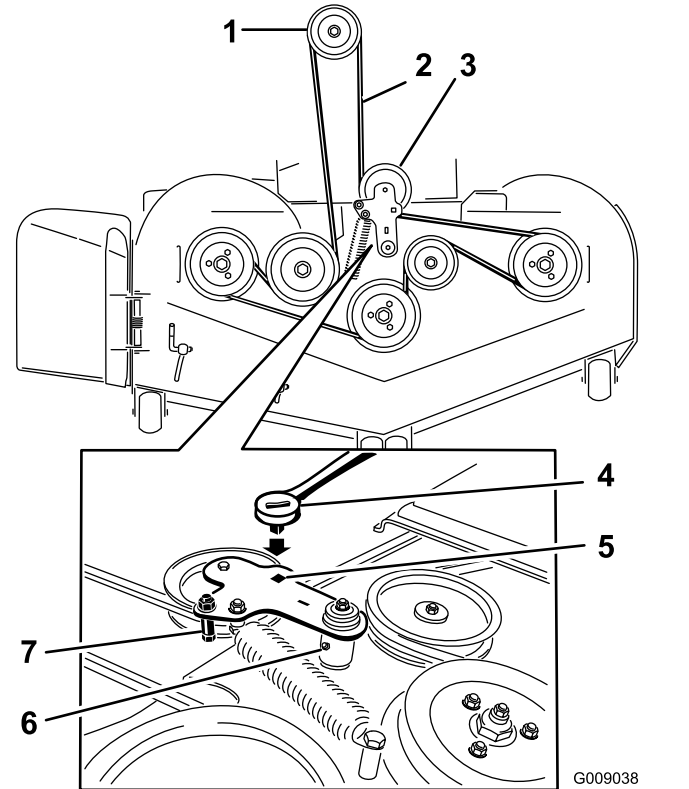

Figure 83
5. Insérez un rochet dans le trou carré du bras de tension pour détendre le ressort de la poulie de tension (Figure 83).
7. Enlevez le guide de courroie situé sur le bras de la poulie de tension rappelée par ressort, comme montré à la Figure 83.
9. Acheminez la courroie neuve autour des poulies du tablier de coupe et de la poulie d'embrayage, sous le moteur (Figure 83).
10. Montez le guide de courroie sur le bras de la poulie de tension, comme montré à la Figure 83.
11. Insérez le rochet dans le trou carré et montez le ressort de la poulie de tension (Figure 83).